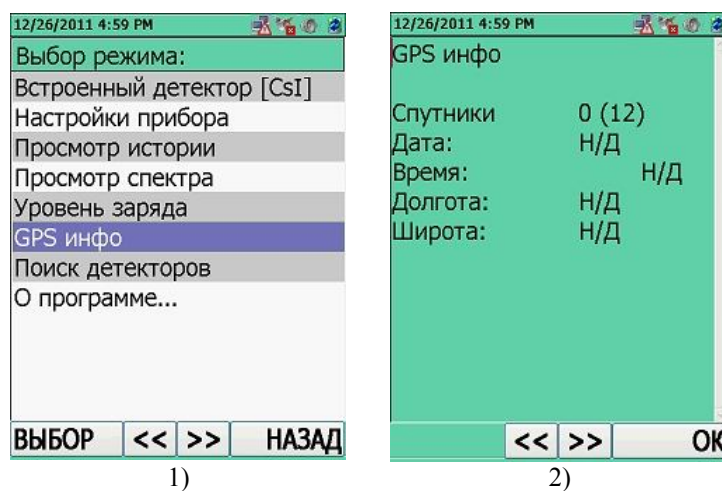

Рисунок 11.53
Для входа в режим просмотра GPS информации "GPS инфо" необходимо в окне индикации режимов работы прибора выбрать пункт меню "GPS инфо", рисунок 11.53 (1). В окне отображения режимов работы прибора можно войти при нажатии на кнопку РЕЖИМ из любого режима работы. Выбор требуемого пункта меню "GPS инфо" осуществляется перемещением курсора при помощи кнопок джойстика ВВЕРХ/ВНИЗ. Подтвердить переход в режим "GPS инфо" необходимо нажатием центральной кнопки джойстика ВВОД или кнопки ВЫБОР.
При отсутствии GPS информации на экране прибора будет индицироваться "Н/Д", рисунок 11.53 (2).